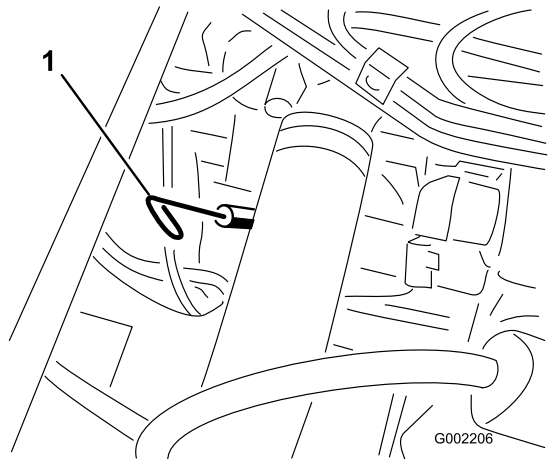

图18
2. 取出乘客座椅下面的量油尺、并用干净抹布擦拭图 18。将量油尺插入量油尺管道中、并确保它完全插入。取出量油尺并检查机油油位。